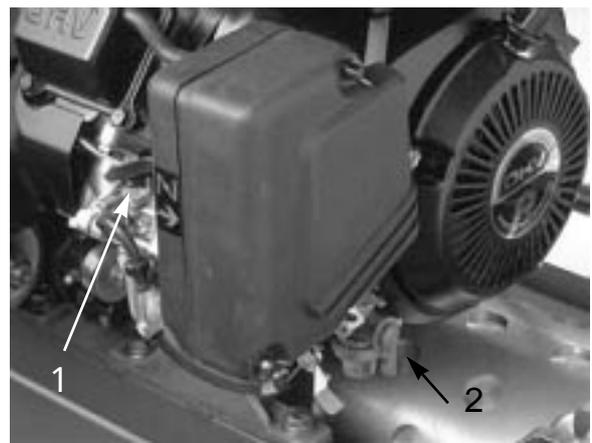

図 23
チョーク・レバー (図23)
燃料バルブ (図23)
2. 燃料バルブ (図23) を開く。
5. エンジンが冷えている場合はチョーク (図23) を半開きとする。